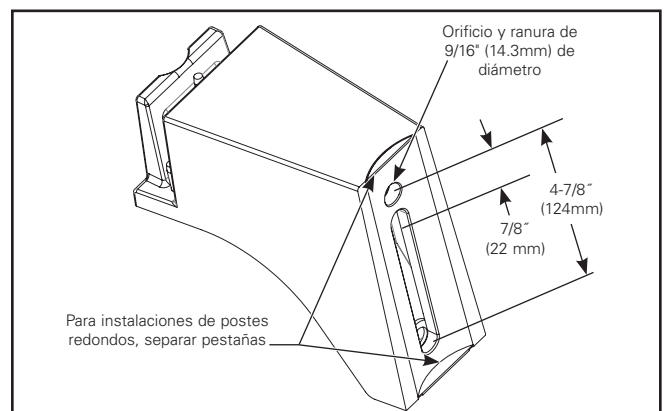

Figura 1.
1. El brazo de montaje en poste está diseñado para un poste cuadrado o redondo. La instalación de los postes redondos requerirá que se quiten las pestañas de separación del brazo de montaje. Agarre las pestañas con unas pinzas y sepárelas como se muestra en (Figura 1). El diámetro mínimo del poste debe ser de: 3". No se permiten aisladores ni juntas entre las superficies de montaje.